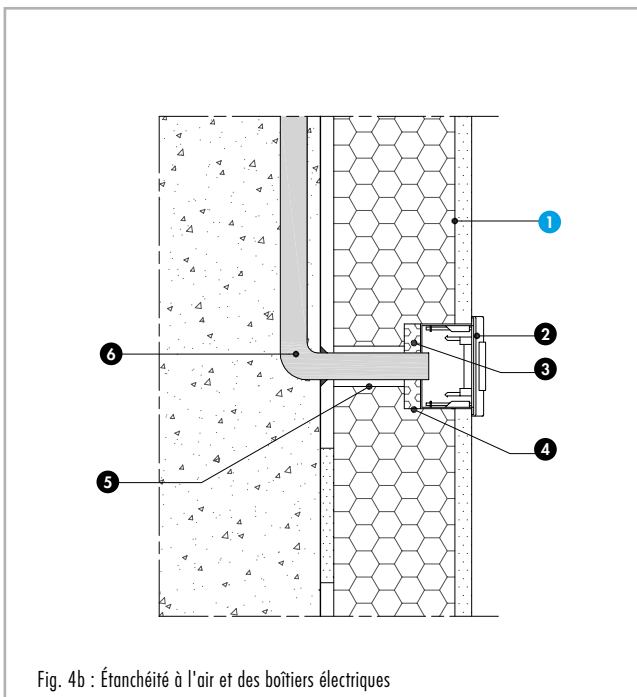

Fig. 4b : Étanchéité à l'air et des boîtiers électriques
**Nomenclature de la figure 4b**